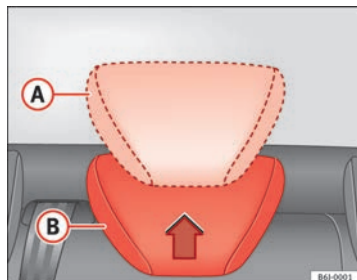

**Fig. 5 Ajuste de los apoyacabezas posteriores**
- Posición elevada o de uso (A) ⇒ fig. 5. En esta posición el apoyacabezas se comporta como un apoyacabezas convencional, protegiendo junto con el cinturón de seguridad al ocupante de las plazas posteriores.
- Posición de reposo, no uso (B) ⇒ fig. 5. Esta posición facilita la visibilidad posterior al conductor.